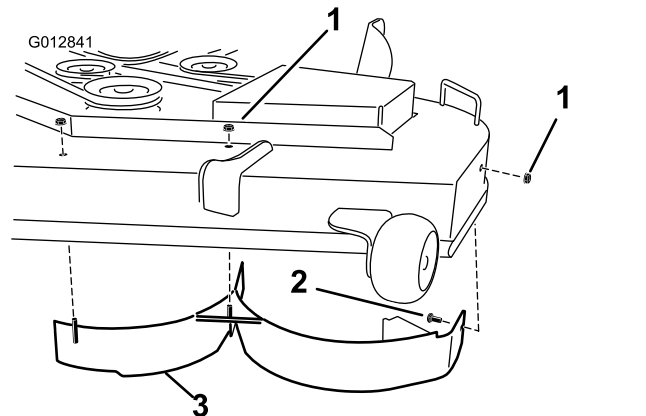

Figura 14
- **Per i piatti di taglio da 122 cm**, montate il deflettore sinistro utilizzando 3 dadi (5/16") e 1 bullone a testa tonda (5/16" x 3/4"), come illustrato nella Figura 14.